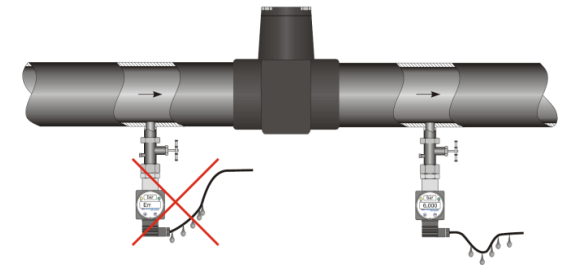

Рисунок 3. Неправильная (слева) и правильная (справа) прокладка кабеля датчика.
4.3. При прокладке питающих и сигнальных линий следует исключить возможность попадания конденсата на кабельный ввод датчика (см. рис. 3.).